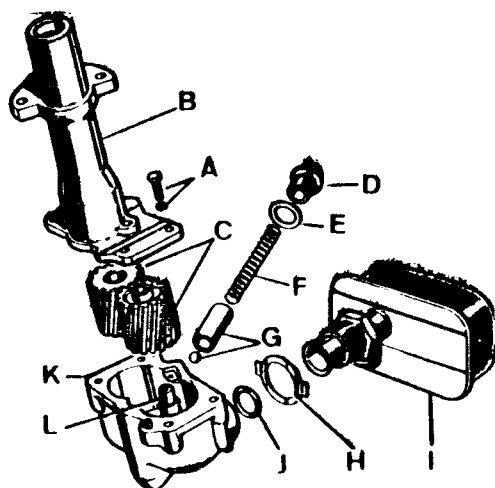

Fig. A3-74 Desarmado de la bomba de aceite
- 1.1. Desmontar los tornillos, A (Fig. A3-74) y separar la tapa de la bomba, B, y los engranajes, C.
- 1.2. Desmontar el tapón, D (Fig. A3-74), la arandela, E, el muelle, F, y el émbolo y bola, G. Los citados componentes (D, E, F, G) forman en conjunto la válvula limitadora de presión.
- 1.3. Abrir el freno de la arandela, H (Fig. A3-74), desmontar el filtro de malla, I y el anillo tórico, J.